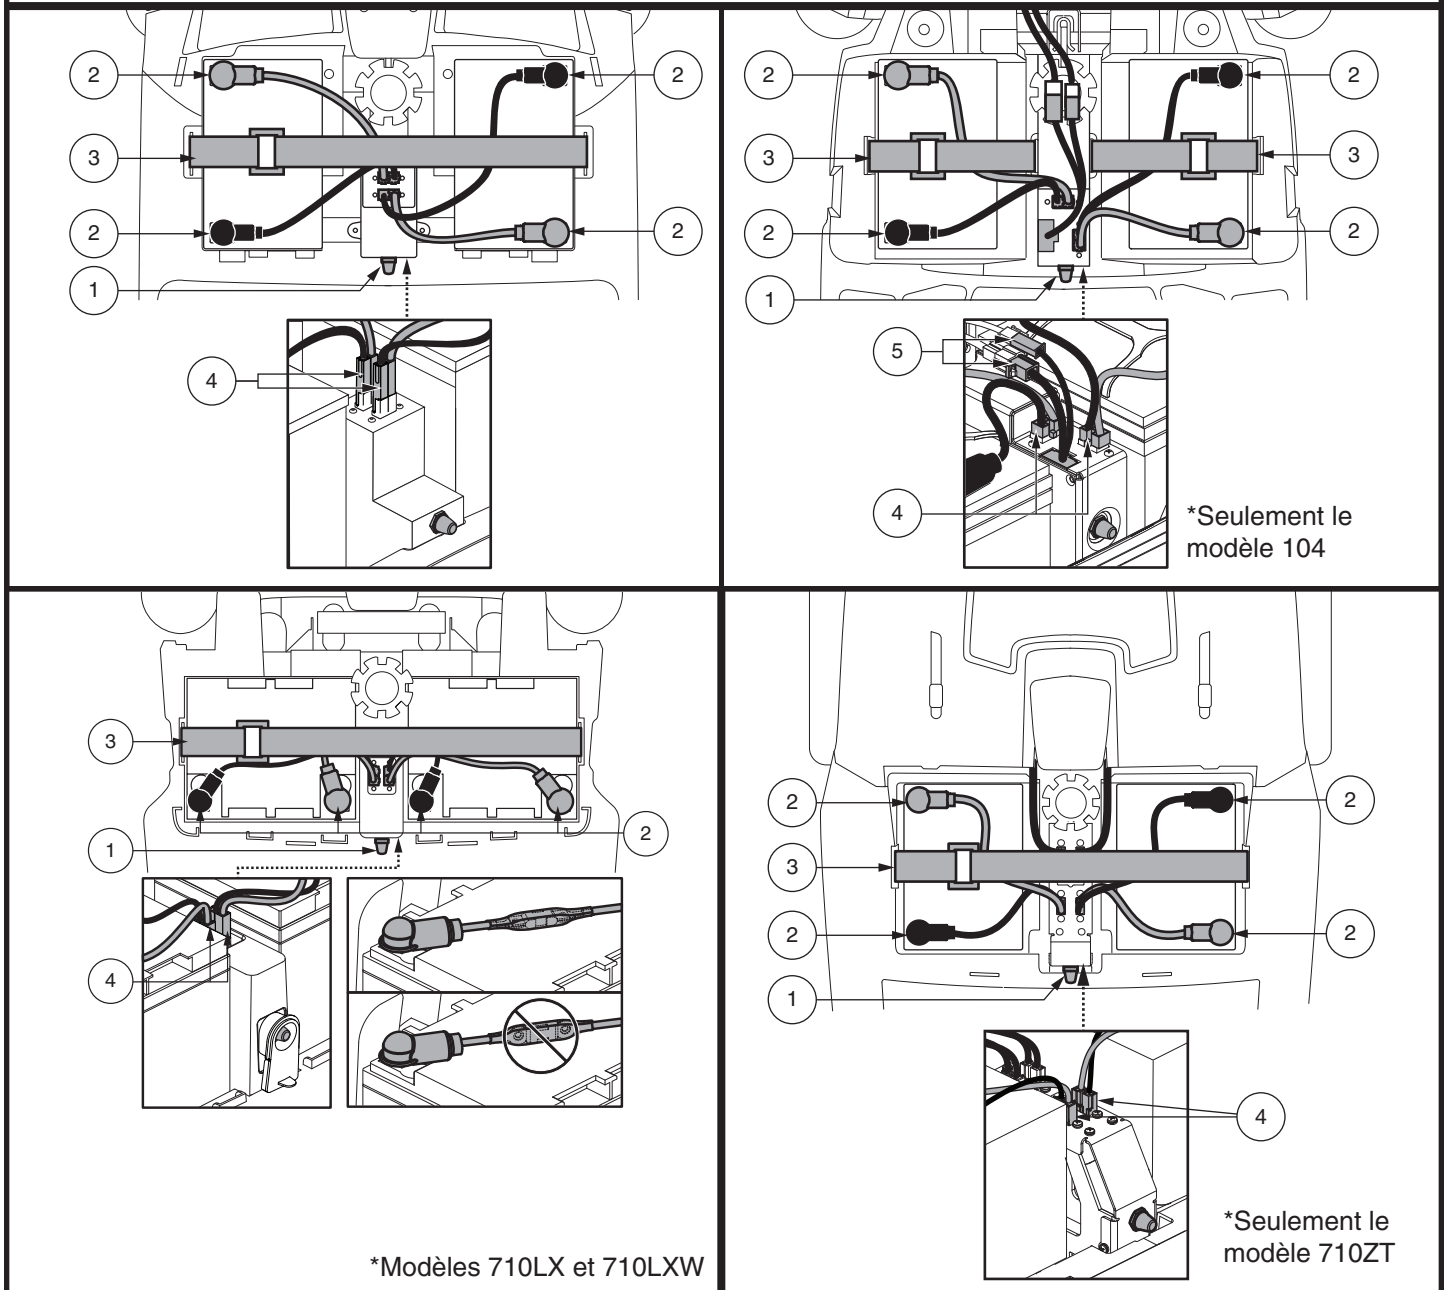

Figure 14. Enlèvement/installation des batteries et connexions
2. Détachez les courroies des batteries. Voir la figure 14.
3. Débranchez les batteries en appuyant sur les languettes des connecteurs du faisceau de la batterie et en les tirants vers le haut. Voir la figure 14.
6. Placez une nouvelle batterie dans chaque puits. Pour les modèles 710LX et 710LXW, dirigez les bornes de batterie de chaque batterie vers l'arrière. Pour tous les autres modèles, placez les bornes de batterie l'une en face de l'autre et vers les côtés extérieurs du scooter. Voir la figure 14.